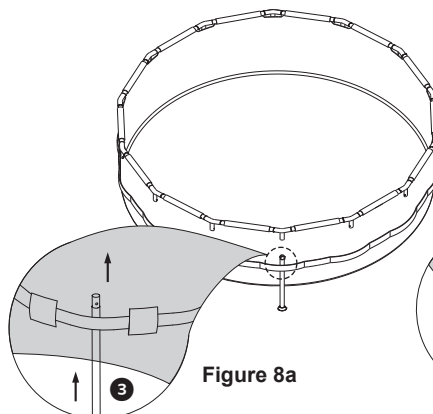

Figure 8a
13. Glissez avec précaution les jambes assemblées ③ avec les pieds ⑥ à travers les sangles situées autour du milieu de la piscine (voir la Figure 8a).